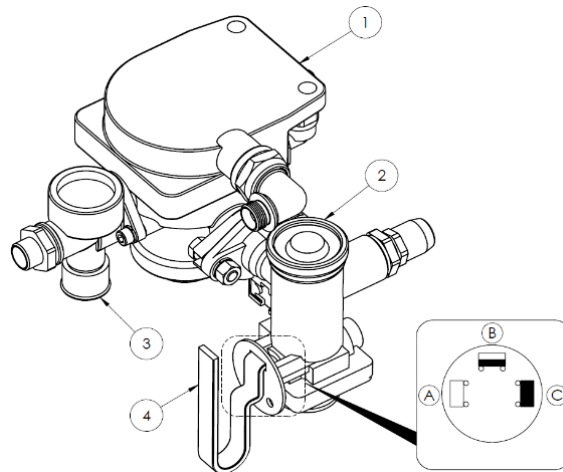

Рисунок 8. Управляющий клапан и регулятор силы торможения пневматических 2-проводных тормозов
Регулятор силы торможения (поз. 2) - рис. 8, используемый в пневматической тормозной системе, регулирует силу торможения в зависимости от степени заполнения кузова. Переключение в соответствующий режим работы осуществляется вручную путем изменения положения рычага (4). Это делается оператором машины перед началом движения. Доступны три рабочих положения: (А) «БЕЗ ГРУЗА», (В) «ЗАГРУЗКА НАПОЛОВИНУ», (С) «ПОЛНАЯ ЗАГРУЗКА».